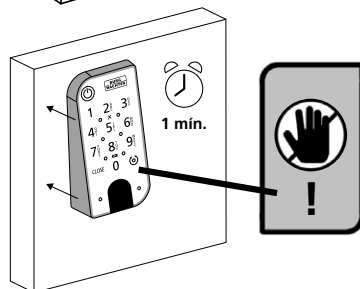

Fig. 9
- 4 Pressione o teclado contra a parede por cerca de um minuto (Fig. 9).